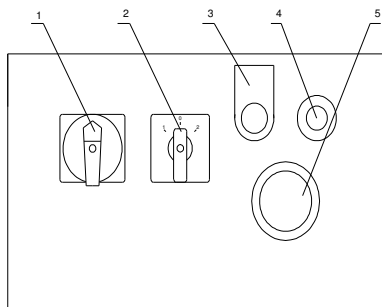
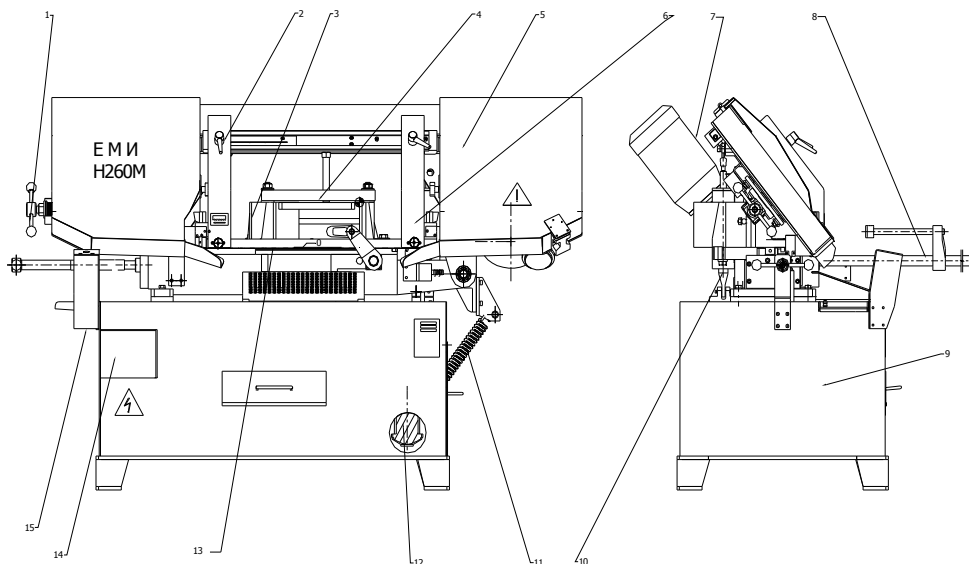

рис. 2
рис.3
4.1. ОРГАНЫ УПРАВЛЕНИЯ-Рис.3/Рис.2
Спецификация к рис.2